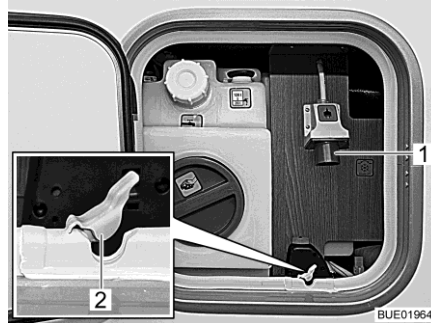

Bild 188 230-V-Anschluss am Fahrzeug
- Abdichtung (Bild 188,2) der Kabeldurchführung öffnen.
- Steckkupplung am 230-V-Anschluss (Bild 188,1) des Fahrzeugs einstecken.
- Am Anschluss (Bild 188,1) des Fahrzeugs Steckkupplung ziehen und Anschlusskabel entfernen.
- Abdichtung (Bild 188,2) der Kabeldurchführung in die Aussparung der Serviceklappendichtung drücken.